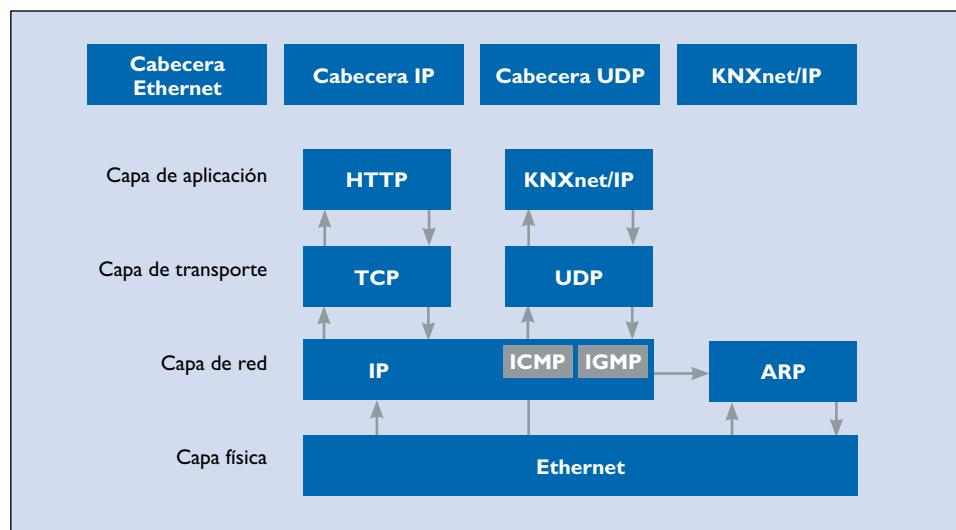

Imagen 15. KNXnet/IP en el modelo de referencia OSI.
El sistema KNX usa métodos de comunicación de Ethernet: tunneling y routing. Ambos métodos usan el protocolo UDP. Tunneling se usa para acceder al bus desde redes locales o desde internet, p.ej. para la programación KNX. Routing se usa para el intercambio de telegramas a través de Ethernet, p.ej. para acoplar dos instalaciones KNX TP a través de Ethernet. Los protocolos KNX usados para ambos métodos de comunicación se denominan KNXnet/IP tunneling y KNXnet/IP routing. La comunicación IP en KNX puede explicarse usando el modelo de referencia OSI (Imagen 15). La comunicación se realiza a través de la capa de aplicación (que genera el telegrama KNXnet/IP), la capa de transporte (UDP), la capa de red (IP), así como Ethernet como capa física. Al igual que para KNX TP, se debe añadir al propio telegrama KNXnet/IP información adicional (las cabeceras) específica para cada capa.